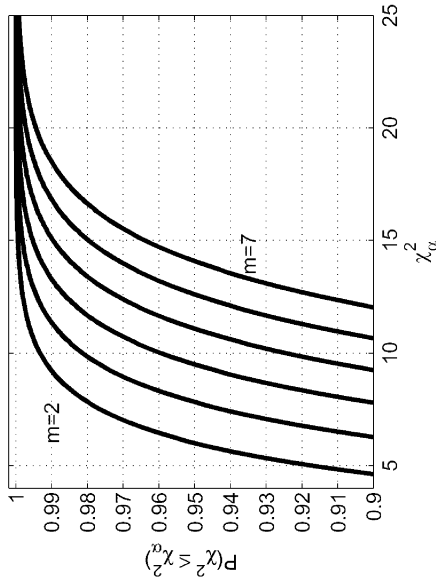

Bild 5: Wahrscheinlichkeit von $\chi^2 < \chi^2_\alpha$ für verschiedene Freiheitsgrade
- g) Hinweis: Die Wahrscheinlichkeit von $\chi^2 < \chi^2_\alpha$ für verschiedene Freiheitsgrade finden Sie in Bild 5.